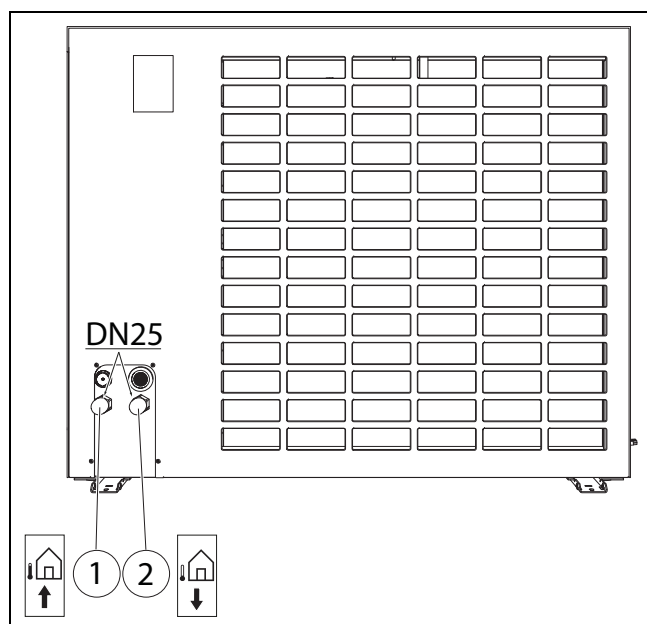

Fig. 37 Raccordements des tuyaux de fluide caloporteur ; la description s'applique à toutes les tailles
- Raccorder la conduite de départ de l'unité intérieure à la sortie du fluide caloporteur (→ [1], fig. 37).
- Raccorder la conduite de retour de l'unité intérieure à l'entrée du fluide caloporteur (→ [2], fig. 37).